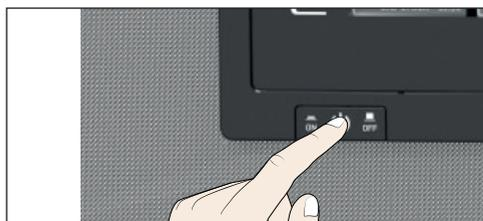

Fig. 23 Desligar o aparelho
4. Desligue o aparelho no interruptor principal (Fig. 23).